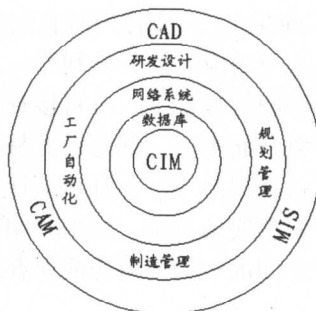

图 1-4
4. CIM(Computer Integrated Manufacture) 计算机整合制造: CIM 的意义是以 CAD 及 CAM 为主要架构, 再辅以 MIS (Management Information System) 管理信息系统的结合应用, 整合可用资源 (数据库), 然后利用网络结合各种资源, 达到流程充分自动化的目的, 如图 1-4 所示。